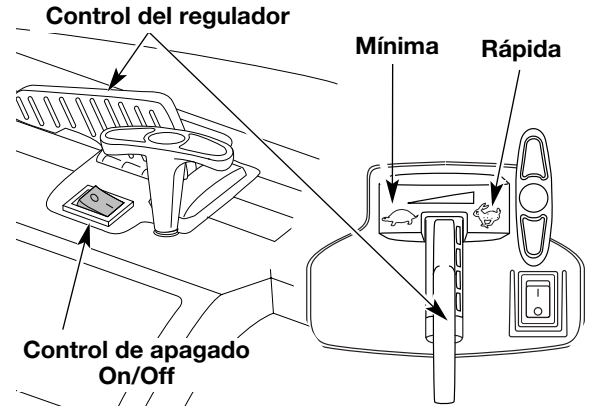
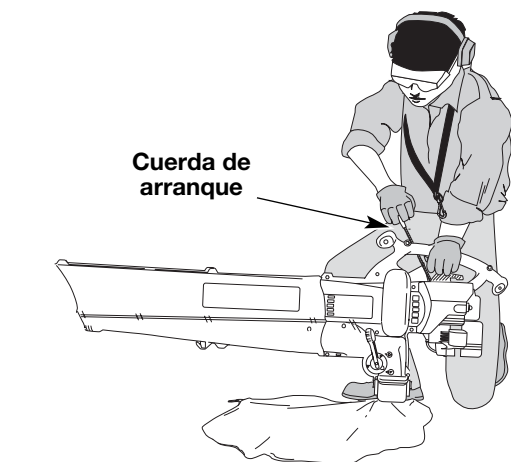

Fig. 9
Fig. 11
ADVERTENCIA: Evite los arranques accidentales. Esté en posición de arranque cuando hale la cuerda (Fig. 11). Tampoco ponga la unidad sobre ninguna superficie excepto sobre una superficie limpia y sólida, mientras se pone en marcha. Los desechos tales pueden ser absorbidos por la toma de aire y ser lanzados por la abertura de descarga, causándole daños a la unidad, propiedad o causándole lesiones graves a los espectadores o al operador.
- NOTA:** No hay necesidad de encender la unidad. El Control de Parada Encendido/Apagado (On/Off) está en la posición Encendido (ON) (I), en todo momento. El control del regulador permanecerá en la posición que sea colocado hasta que sea movido. La posición rápida se encuentra hacia la derecha.
4. Ponga la unidad en la posición de arranque (Fig. 11). Coloque el control del regulador en la posición de mínima (☷) (Fig. 9).
1. Oprima y sostenga el control de apagado On/Off en la posición de apagado (STOP) (O) hasta que el motor se apague por completo (Fig. 9).